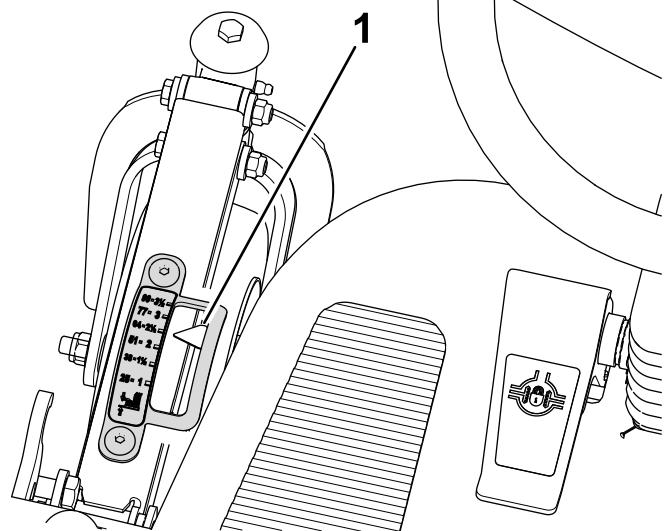
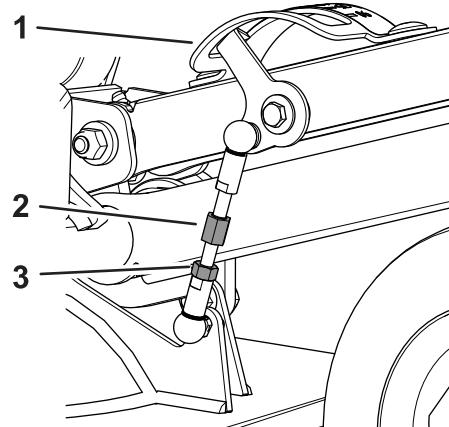

Figura 104
Figura 105
2. Siéntese en el asiento del operador y observe el puntero del indicador de la altura de corte (Figura 104).
- Afloje la tuerca autoblocante que fija el enlace de la altura de corte (Figura 105).
- B. Gire el enlace hasta que el puntero del indicador de la altura de corte esté alineado con la marca de 64 mm cuando se ve desde el asiento del operador (Figura 104 y Figura 105).
- C. Apriete la contratuerca (Figura 105).